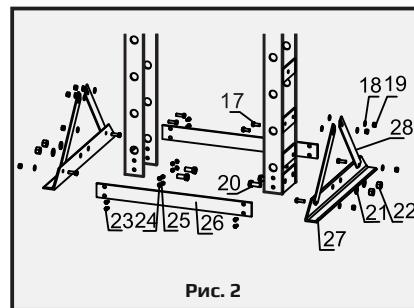

Рис. 2
3) Поставьте стойки рамы вертикально. Установите основные опоры (27) под стойками рамы, затем установите нижнюю поперечину рамы (26) между ними. Зафиксируйте конструкцию с помощью болтов (23), шайб (24) и гаек (25). Соедините основные опоры и стойки рамы поперечинами (28). Зафиксируйте конструкцию с помощью болтов (17), шайб (18) и гаек (19). Рис. 2.